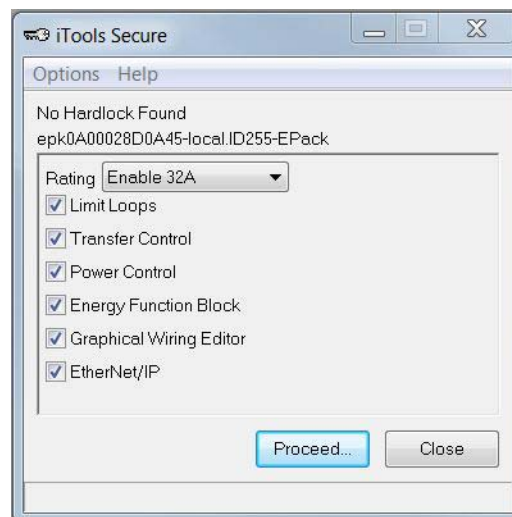

Abbildung 11.142: iTTools Secure
3. Wählen Sie die benötigten Funktionen aus der angezeigten Liste (Abbildung 11.142).